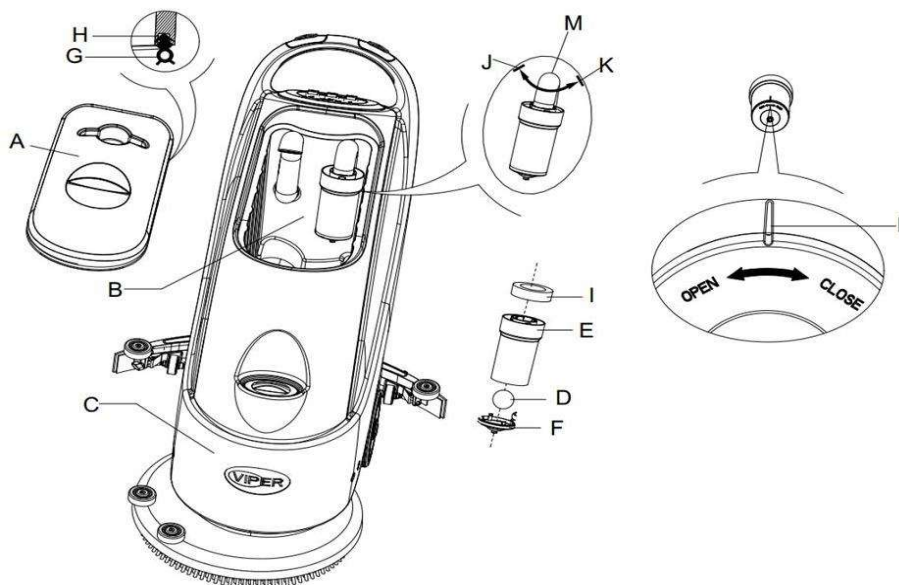

Figura 11
3. Aprire il coperchio del serbatoio di raccolta (A, Figura 11), e togliere il galleggiante (36) dal serbatoio di raccolta.
4. Usare acqua pulita per sciacquare il coperchio del serbatoio di raccolta (A), il serbatoio (B e C), e il telaio di supporto del filtro (E). Per mezzo del tubo di drenaggio (16), far uscire l'acqua dal serbatoio di raccolta.
5. Se necessario, seguendo i simboli "Aperto" e "Chiuso" come indicato nella Figura 11, aprire il serbatoio sul fondo (F) del filtro e pulire il galleggiante (D), il telaio di supporto del filtro (E), e il filtro di spugna (I). Dopo la pulitura, fissare il galleggiante al telaio di supporto del filtro (E), e poi allineare la scanalatura (L) del coperchio del fondo (F) del filtro galleggiante con la scanalatura (L) del telaio di supporto del filtro (E). Avvitare strettamente il coperchio (F) del filtro del galleggiante, e fissare il filtro di spugna (I) al telaio di supporto del filtro (E), e quindi al tubo di aspirazione (M).
6. Verificare l'efficacia della guarnizione di chiusura (G) del serbatoio di raccolta.
Se necessario, la guarnizione di chiusura del serbatoio di raccolta (G) può essere estratta dalla scanalatura (H) e sostituita. Nell'assemblare un nuovo serbatoio di raccolta, come mostrato nella **Figura 11** sotto, installare il connettore nella sezione mediana della parte posteriore.
7. Verificare che la superficie di inserimento della guarnizione di chiusura (G) sia intatta e la sigillatura sia efficace.
8. Chiudere il coperchio del serbatoio di raccolta (A).